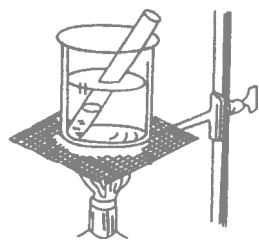

图 1.1.4 水浴加热
2) 水浴、砂浴和油浴间接加热 被加热的物质需均匀受热时,可根据受热温度不同选用水浴(不超过 100°C)、砂浴或油浴(温度高于 100°C)间接加热(图 1.1.4 图 1.1.5)。